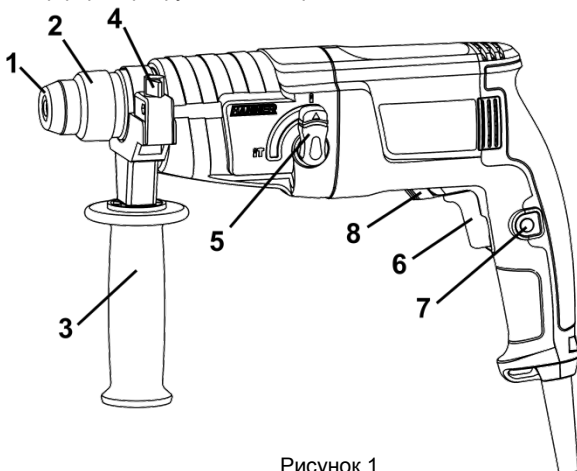

Рисунок 1
4.1 Виберіть необхідний режим роботи виробу за допомогою перемикача (5) (див. рисунок 1, таблицю 2). При необхідності встановлення свердлильного патрона – встановіть його в патрон SDS-plus через адаптер.
4.2 Для ввімкнення виробу натисніть на клавішу вимикача (6) (рис.1). Для відключення виробу слід клавішу відпустити.